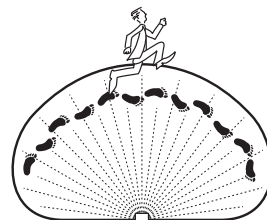

Figure 8
- Déplacez-vous dans la zone de couverture, en remarquant l'endroit où vous trouvez lorsque la lumière s'allume. Le voyant à DEL rouge situé derrière la lentille du détecteur de mouvement clignote à plusieurs reprises lorsqu'un mouvement est détecté (voir la Figure 8).
- Réglez la sensibilité (SENS) à la valeur souhaitée (faible (LO), moyenne (M) ou élevée (HI)). Une sensibilité trop élevée peut augmenter le nombre de déclenchement non souhaité.